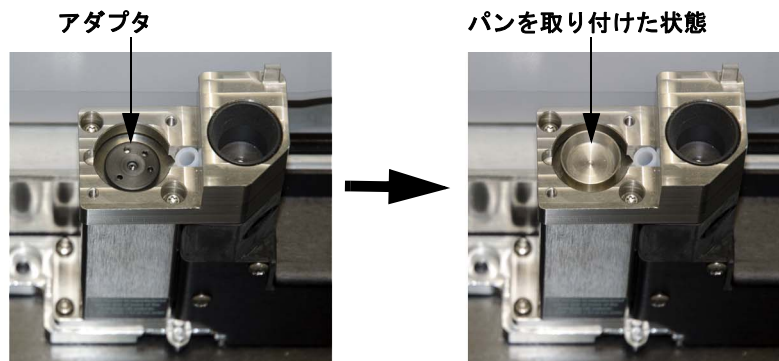

図 55 秤量モジュールパンを取り付ける
- 4 ピンセットを使用して、秤量ステーションのポンププラスチック製カバー（G8135-20535）を取り付けます。図 55 に示すように、ふちの短い方を下に向けて（ふちの深い方を上に向けて）まっすぐ下ろします。